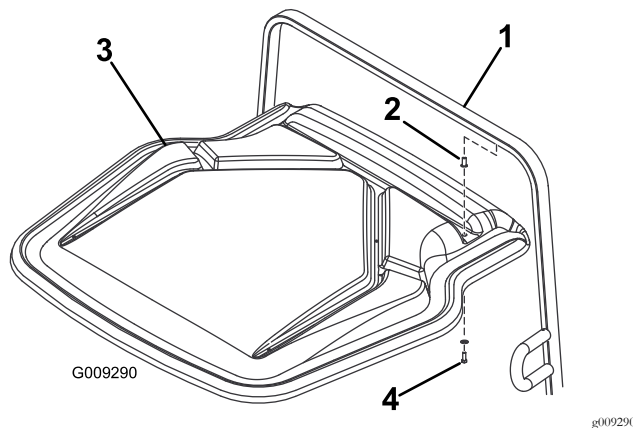

Рисунок 8
9. Если на вашей машине установлена конструкция ROPS, установите зажимные гайки в отверстия конструкции ROPS (Рисунок 8).
B. Если на вашей машине установлена конструкция ROPS, прикрепите навес к раме конструкции ROPS при помощи 2 болтов (3/8 x 1 дюйм) и 2 плоских шайб (3/8 дюйма), завернув их в ранее установленные зажимные гайки (Рисунок 8).